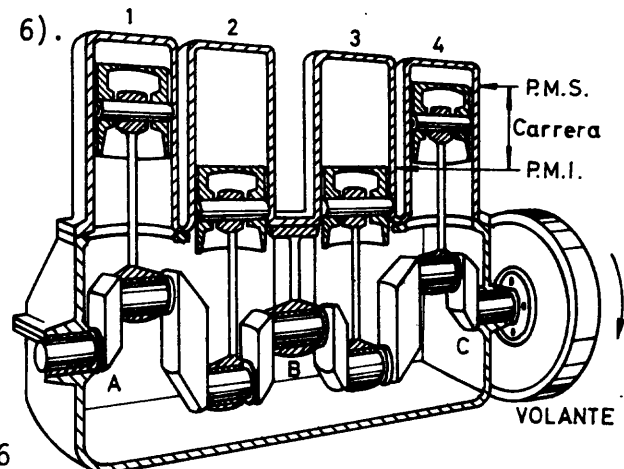

Fig. 6
- *Motores en línea* tiene los cilindros colocados uno detrás del otro (fig. 6).